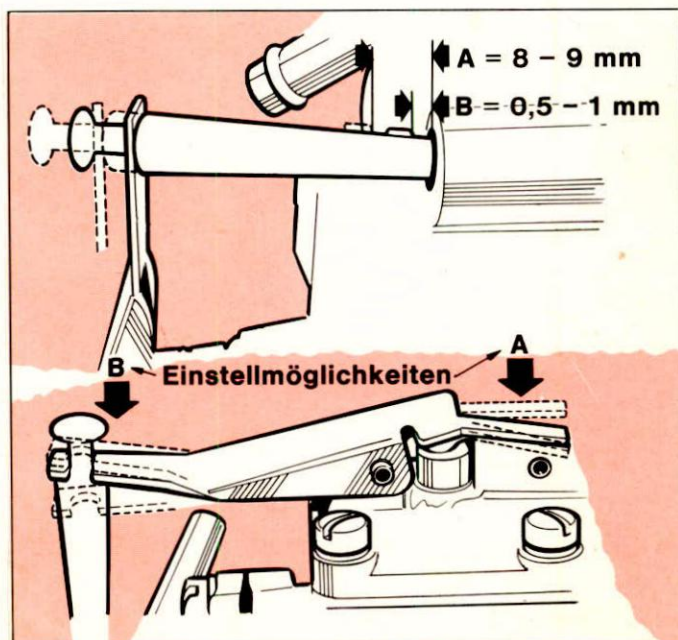

Abbildung 19: Umschaltbare Schwimmergehäuse-Belüftung einstellen
5. Die Drosselklappe vier- oder fünfmal ganz betätigen und darauf achten, daß das Benzin über das Beschleunigungspumpensystem in einem ununterbrochenen Strom eingespritzt wird, und zwar vom dritten Hub an. (Während der ersten beiden Hübe ist die Menge etwas geringer.) Beobachten, ob die Membranen-Stößelstange dem Betätigungshebel folgt, wenn die Drosselklappe geschlossen wird. Ist dies nicht der Fall, ist die Feder entweder gebrochen, oder sie fehlt. Um die Beschleunigungspumpenmembrane herum auf Undichten achten, die durch einen schlechten Sitz oder eine zerstörte Membrane verursacht werden. Bei V-Motoren aus der Kölner Produktion ist die Funktion und Einstellung der umschaltbaren Schwimmergehäuse - Belüftung zu kontrollieren (Siehe Seite 12, Abb. 19)